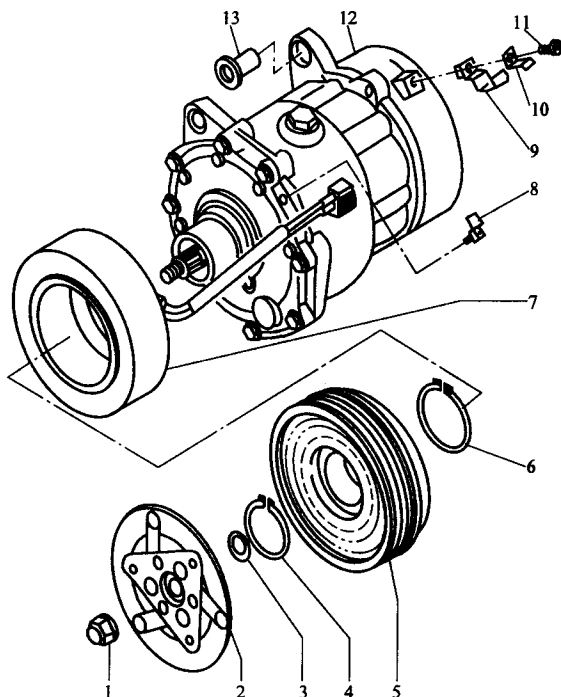

图 2-4 拆下电磁离合器
(1) 从压缩机总成上拆下电磁离合器, 如图 2-4 所示。
(2) 专用工具: V. A. G1331 力矩扳手 (拧紧力矩为 $5 \sim 50 \text{ N} \cdot \text{m}$)。
(3) 说明: 维修压缩机电磁离合器不必打开制冷剂回路。若压缩机尚未拆下, 将车辆开到有专用设备的车间, 制冷剂必须用加注机 V. A. G1885 回收。